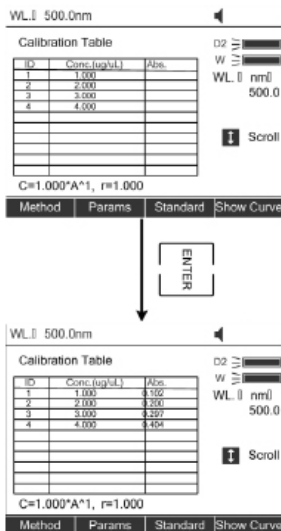

Fig. 4.5
5) Calibrar las muestras estándar. Coloque las muestras estándar correspondientes en el portacubetas tal y como indica la pantalla y pulse **[START/STOP]** para medir. Aparecerá el valor Abs. en la tabla correspondiente (Fig. 4.5).